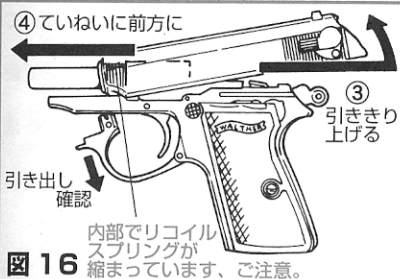

図 16
この操作を行わないと、最初は空撃ちブローバックになります。セフティをはずしてから、トリガー、トリガーガード(図16参照)に触れず、可動部に注意しながら、スライドを的確に引ききり、そこで「パッ」と放してください。スライドが戻り、1発目がチャンバー(発射直前のBB弾を保持するバルブ基部⇒図1参照)に送られ、ハンマーがコッキングされます。すぐに発射しない場合はセフティをかけてください。
- ③図16のようにセフティがはずれていることを確認後、スライドを引ききり、後端をていねいに持ち上げフレームのレールからはずしてください。
- ④そのままゆっくり、リコイルスプリングが伸びきるまで前方に運んでください。この時手を放してしまうとスライド、リコイルスプリングが飛びますのでご注意ください。またていねいに行わないとチャンバー外面にキズが付きます。